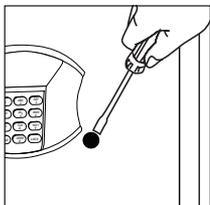

Abbildung 1
1. Entfernen Sie die Notschlüssel-Abdeckung mit einem kleinen Schraubendreher. (Abbildung 1).